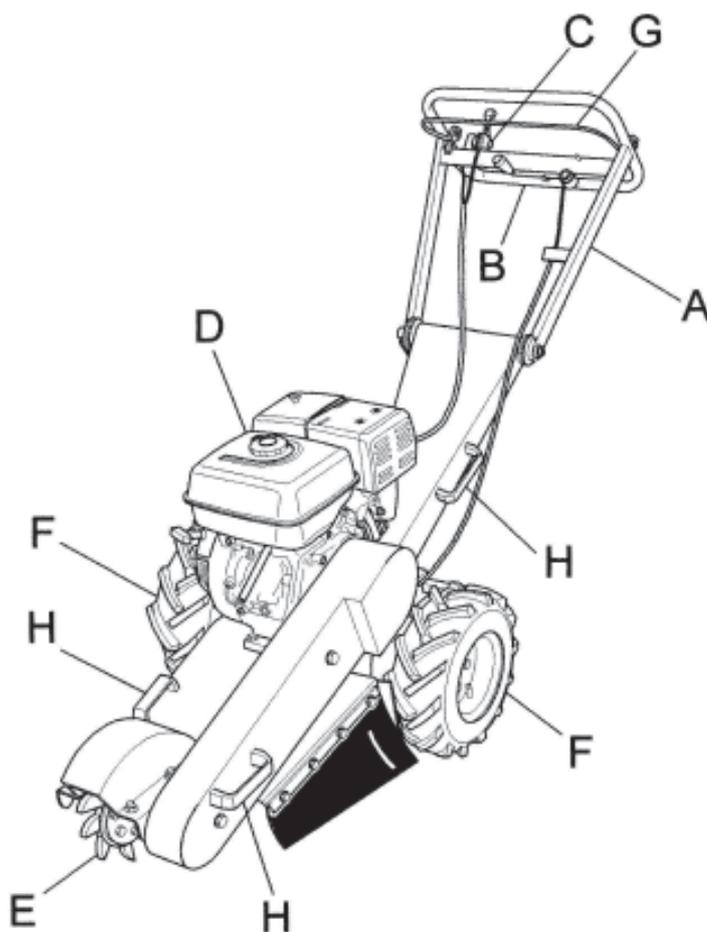

Fig. 1
A) GRUPPO MANUBRIO (Fig.1, rif.A)
D) MOTORE (Fig. 1, rif. D)